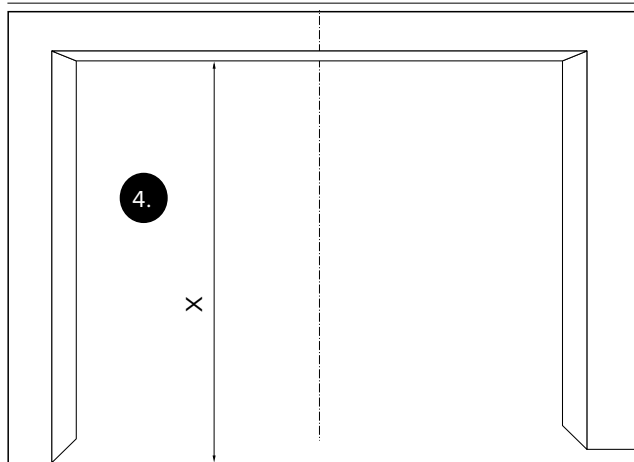

Рис. 15 Отметьте расстояние X на стене
- Измерьте и отметьте размер X от самой высокой точки пола в зоне движения створок (рис. 15).